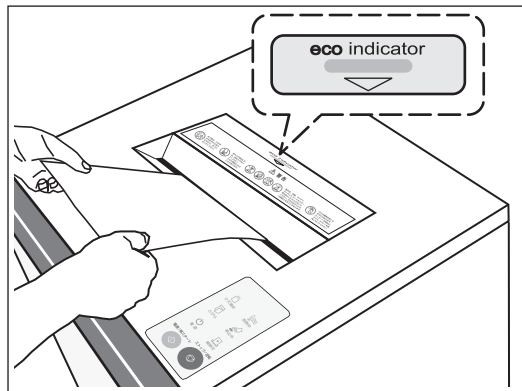

図10
- カッターが回り始めると、エコインジケータ④の色で細断量を表示します。 **図10、表1 参照**